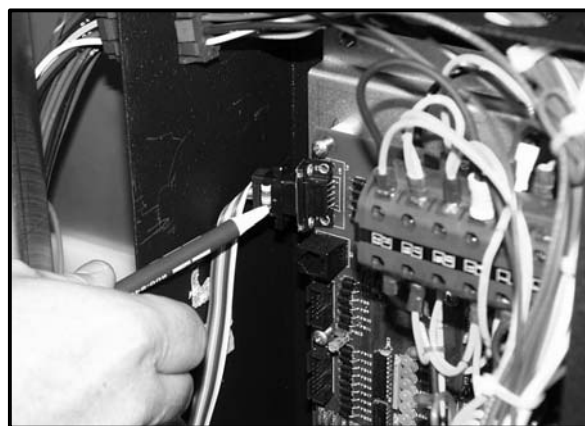

Figure 33
4. Raccordez un câble série standardisé au port série de l'ordinateur portable et au port série à 9 broches situé sur la carte à circuit imprimé dans la zone de commande. Voir la Figure 33.